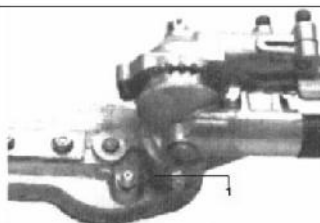

Fig.HT16
- c. Glissez le carter hors du tube. Utilisant une burette d'huile, lubrifiez le carter d'engrenage (Fig.HT16) (environ 10 grammes) jusqu'à ce que vous voyiez la graisse purgée du carter.